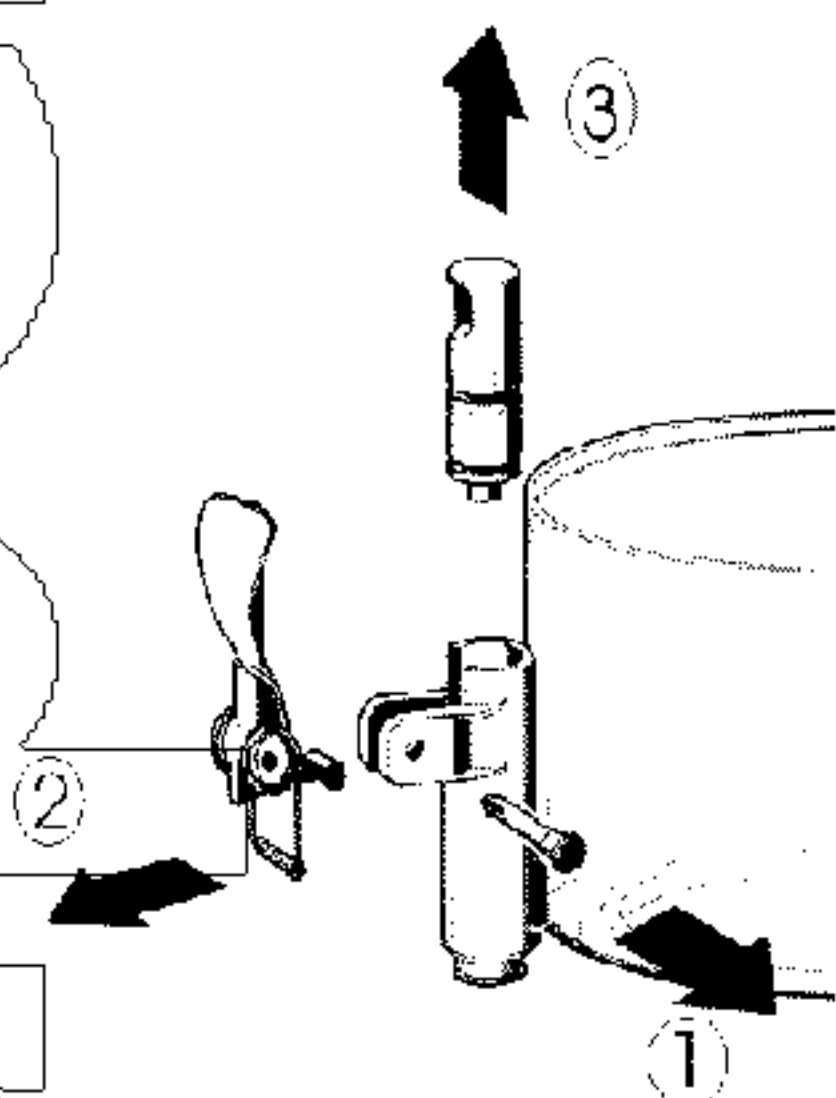

Рис. 1
3. Произведите разборку крана, выполнив последовательность действий, описанных ниже (см. рис. 1).
3. Соберите разливной кран прибора, выполнив вышеописанные действия в обратном порядке (см. рис. 1).